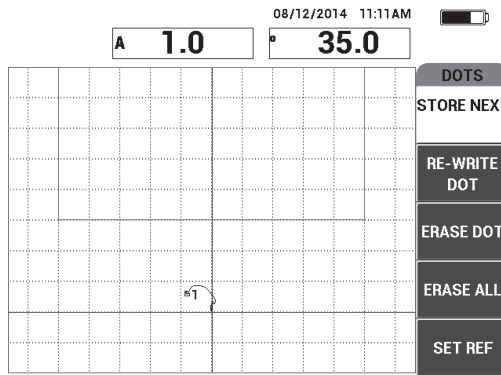

Figura 6-40 Il primo punto registrato
6. Premere **REGISTRA SUCC.** (tasto A) per registrare il primo punto (vedere Figura 6-40 a pagina 166).